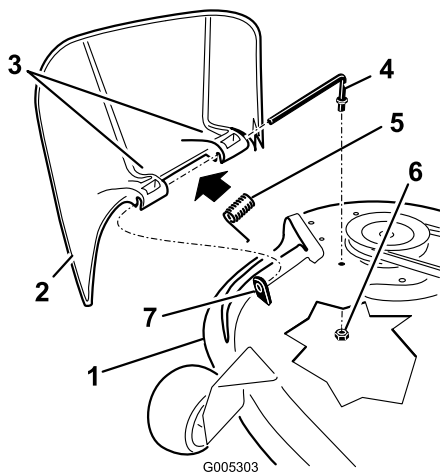

Bild 46
- Machen Sie die in Bild 46 gezeigten Teile ausfindig.
- Nehmen Sie die Mutter (3/8 Zoll) aus der Stange unter dem Mähwerk ab (Bild 46).
- Schieben Sie die Stange aus dem kurzen Vorsprung, der Feder und dem Ablenklech (Bild 46). Entfernen Sie defekte oder abgenutzte Ablenkleche.
- Montieren Sie das Ablenklech (Bild 46).
- Setzen Sie die Feder mit den Enddrähten nach unten auf die Stange, zwischen die Ablenklechhalterungen. Schieben Sie die Stange durch die zweite Halterung am Grasablenklech (Bild 46).
- Schieben Sie die Stange vorne am Ablenklech in den kurzen Vorsprung am Mähwerk. Befestigen Sie das hintere Stangenende mit einer Mutter (3/8 Zoll) am Mähwerk (Bild 46).